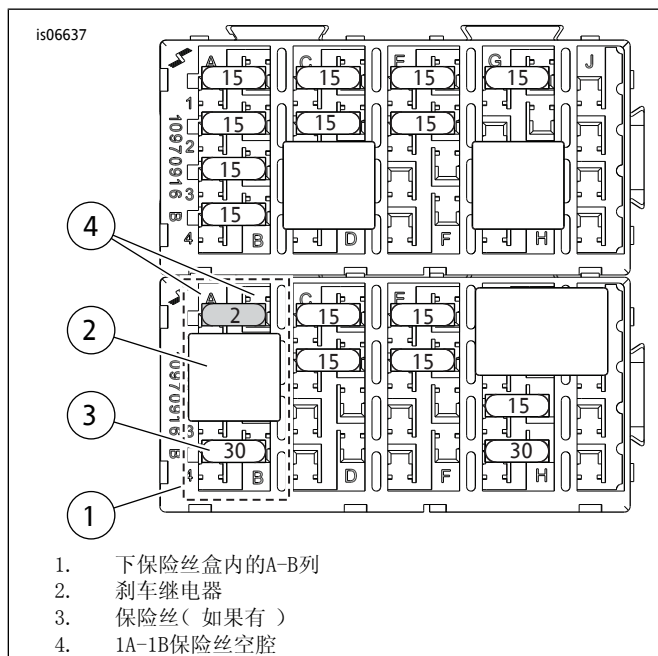

图11. P&A IGN保险丝空腔(2008年款及之后的旅行车型)
3. 参见图11。找到下部保险丝盒(1)中的保险丝空腔1A-1B (在盒盖上标有“P&A IGN”和“2A MAX”)。拆下当前安装在A-B列中的刹车继电器(2)和保险丝(3, 如果有), 记下它们的位置。